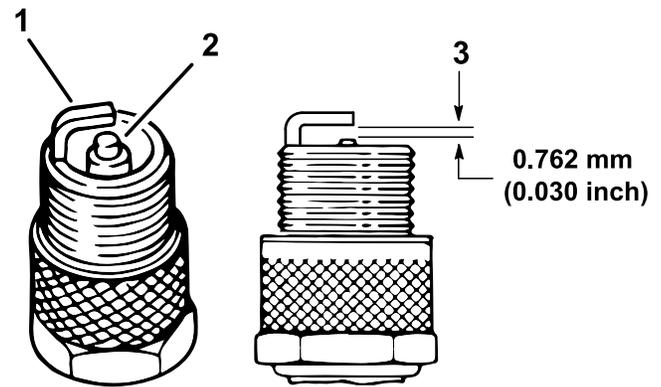

Figura 37
- Verifique o estado dos elétrodos lateral e central, bem como do isolante do eléctrodo central, certificando-se de que não se encontram danificados (Figura 37).
- Ajuste a folga existente entre a zona central e lateral do eléctrodo para 0,76 mm, como se mostra na Figura 37.